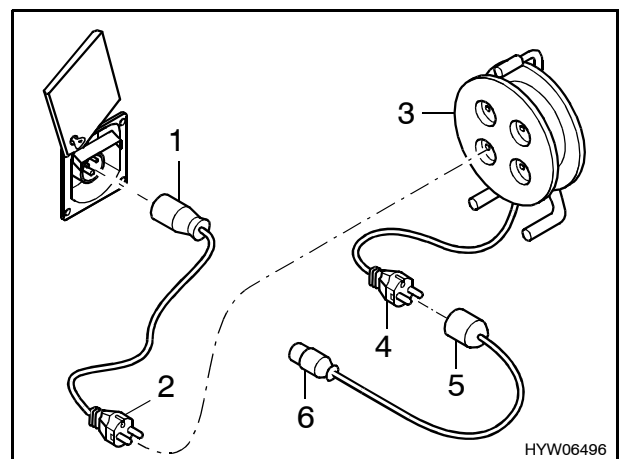

Bild 63 Anschlussmöglichkeiten 230-V-Anschluss
- Abdeckung nach oben kippen (Bild 63).
CEE 17 Anschlusskupplung mit Schutzkontakt (Bild 63,1) – Stecker mit Schutzkontakt (Bild 63,2).
Steckdose mit Schutzkontakt (Bild 63,3) – Stecker mit Schutzkontakt (Bild 63,4).
Anschlusskupplung mit Schutzkontakt (Bild 63,5) – CEE 17 Stecker mit Schutzkontakt (Bild 63,6).